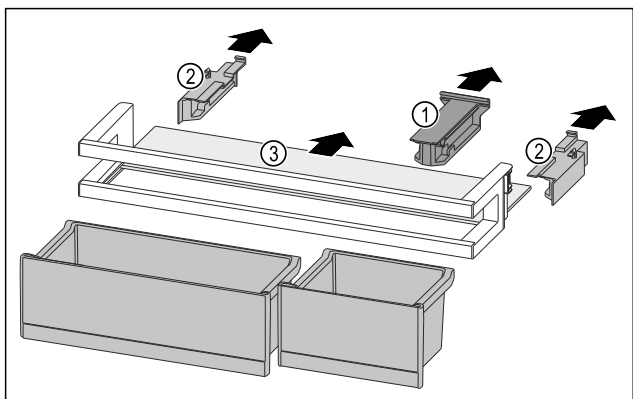

Fig. 242
- ▶ Držák Fig. 242 (1) stáhněte.
- ▶ Boční díly Fig. 242 (2) stáhněte.
- ▶ Odkládací plochu Fig. 242 (3) odeberte.